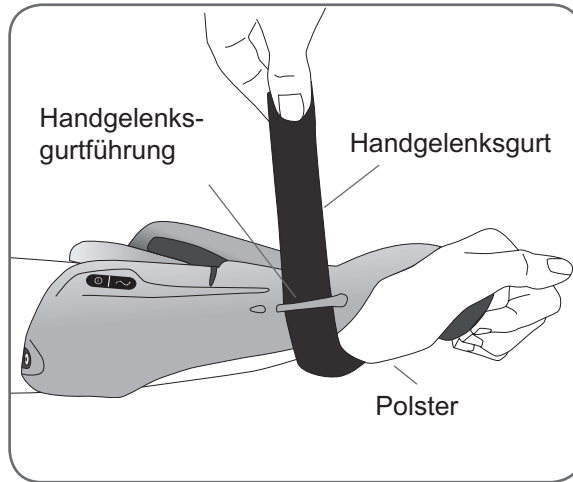

Abbildung 8-14: Anbringen des Handgelenksgurts
8. Ziehen Sie den Handgelenksgurt durch die Handgelenksgurtführung nach oben (siehe Abbildung 8-14).